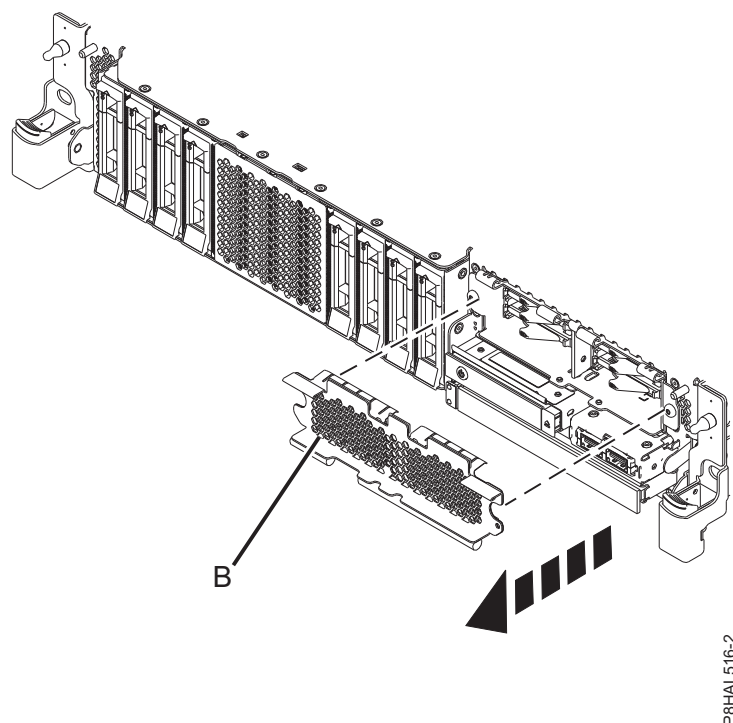

Figura 15. Extracció de la coberta del receptacle de l'SSD per accedir a les ranures en un sistema de funció expandida
14. Per accedir a les ranures de l'SSD, traieu la placa perforada (B) que tapa el receptacle de l'SSD tal com es mostra a la Figura 15.